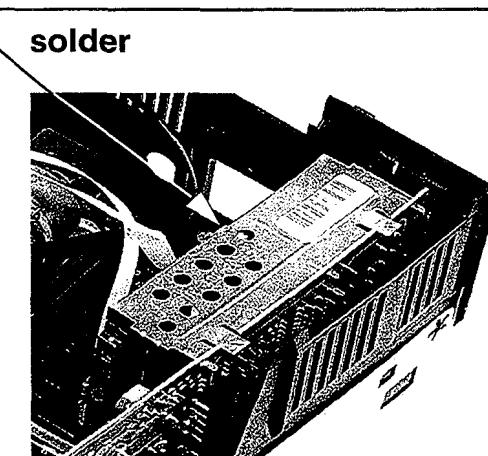

Fig. 2
(E) Levantar la tapa de pantalla 3 mm, girarla y tirar de ella hacia arriba, ver Fig. 2. Ahora el apantallamiento puede ser retirado. Nota: Para montar el apantallamiento proceder en el orden inverso.